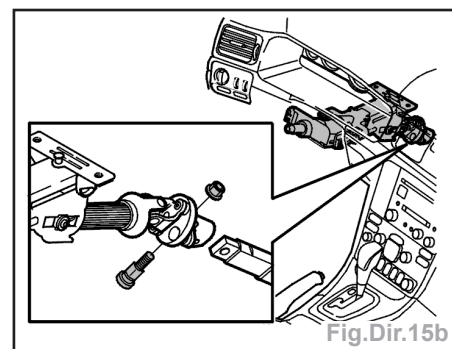

Fig.Dir.15b
- Déposer la vis supérieure située sur l'arbre de direction inférieur (fig.dir.15b).